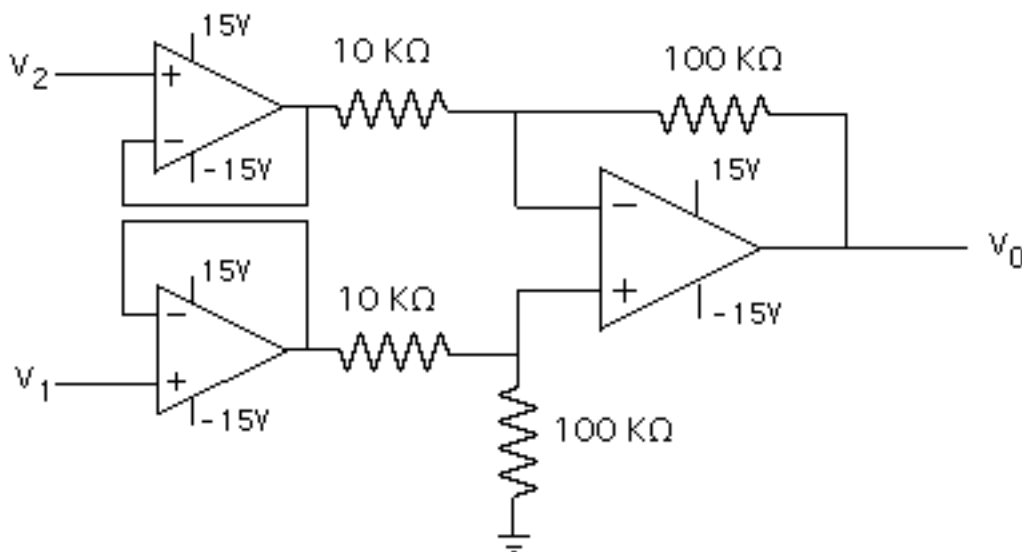

Figura 2.2.- Amplificador diferencial de instrumentación
5.- Para el circuito mostrado en la Figura 2.2 (Amplificador diferencial de instrumentación):
5.- Monte el circuito de la Figura 2.2 y realice las siguientes mediciones, anotando los resultados en las tablas preparadas por Ud. y registre cualquier observación de interés para analizar los resultados obtenidos.